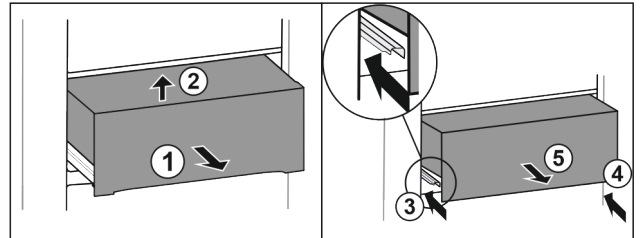

Fig. 22
- ▶ Schuiflade er half uitschuiven Fig. 22 (1).
- ▶ Aan voorzijde optillen Fig. 22 (2).
- ▶ Linker rail erin schuiven Fig. 22 (3).
- ▶ Rechter rail erin schuiven Fig. 22 (4).
- ▶ Lade er naar voren uittrekken Fig. 22 (5).